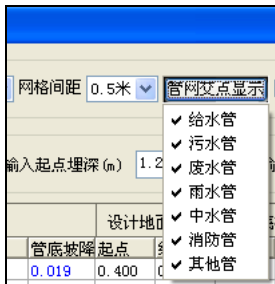

图 7-45 管网节点显示
- “管网交点显示”选项：定义管网交点显示的管线类型，单击按钮，在弹出的下拉菜单中可以选定显示的管线类型，如图 7-45 所示。